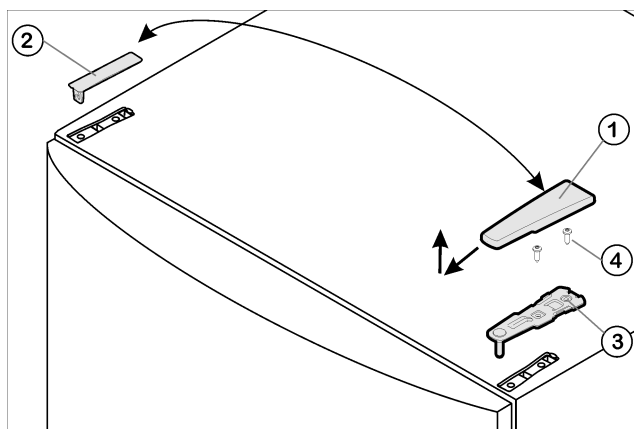

Fig. 4
- Retire hacia delante y hacia arriba la cubierta Fig. 4 (1).
- Desmonte la cubierta Fig. 4 (2).
- Desatornille el soporte de cojinete superior Fig. 4 (3) (2 Torx® 25) Fig. 4 (4) y extráigalo hacia arriba.
- Inserte el soporte de cojinete superior Fig. 4 (3) en el nuevo lado de la bisagra y en la puerta.
- Atornille el soporte de cojinete superior (con 4 Nm) para fijarlo (2 Torx® 25) Fig. 4 (4). Dado el caso, grabe los agujeros de tornillo o utilice un destornillador de batería.
- Coloque y encaje la cubierta Fig. 4 (1) y la cubierta Fig. 4 (2) desde fuera en el lado opuesto, respectivamente.